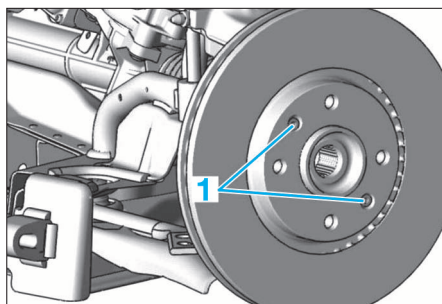

FIG.5
• Déposer les vis (1) et le disque (Fig.5).